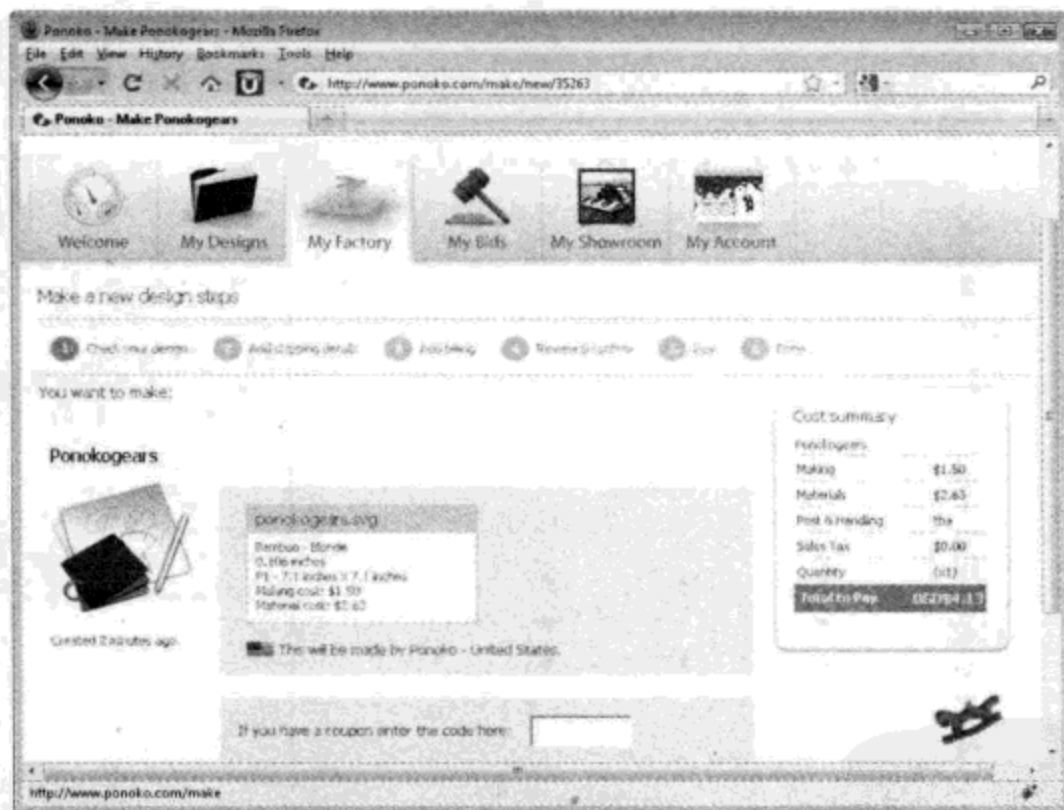

图7.36 在ponoko.com上订制齿轮
③在 [www.ponoko.com](http://www.ponoko.com) 建立一个免费账户，然后上传你的文件，选择材料，安排包装运输方式。我选择用竹子材料，如图 7.36 所示，总价仅为 \$4.13(包含运费)。